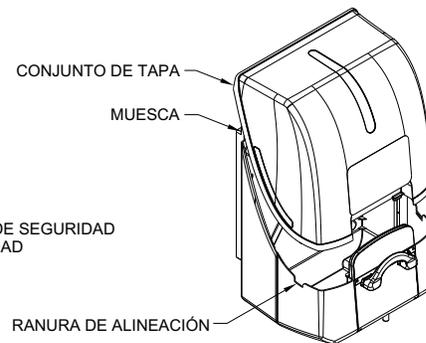

Figura 6
Paso 5. Conjunto de tapa (figura 6)